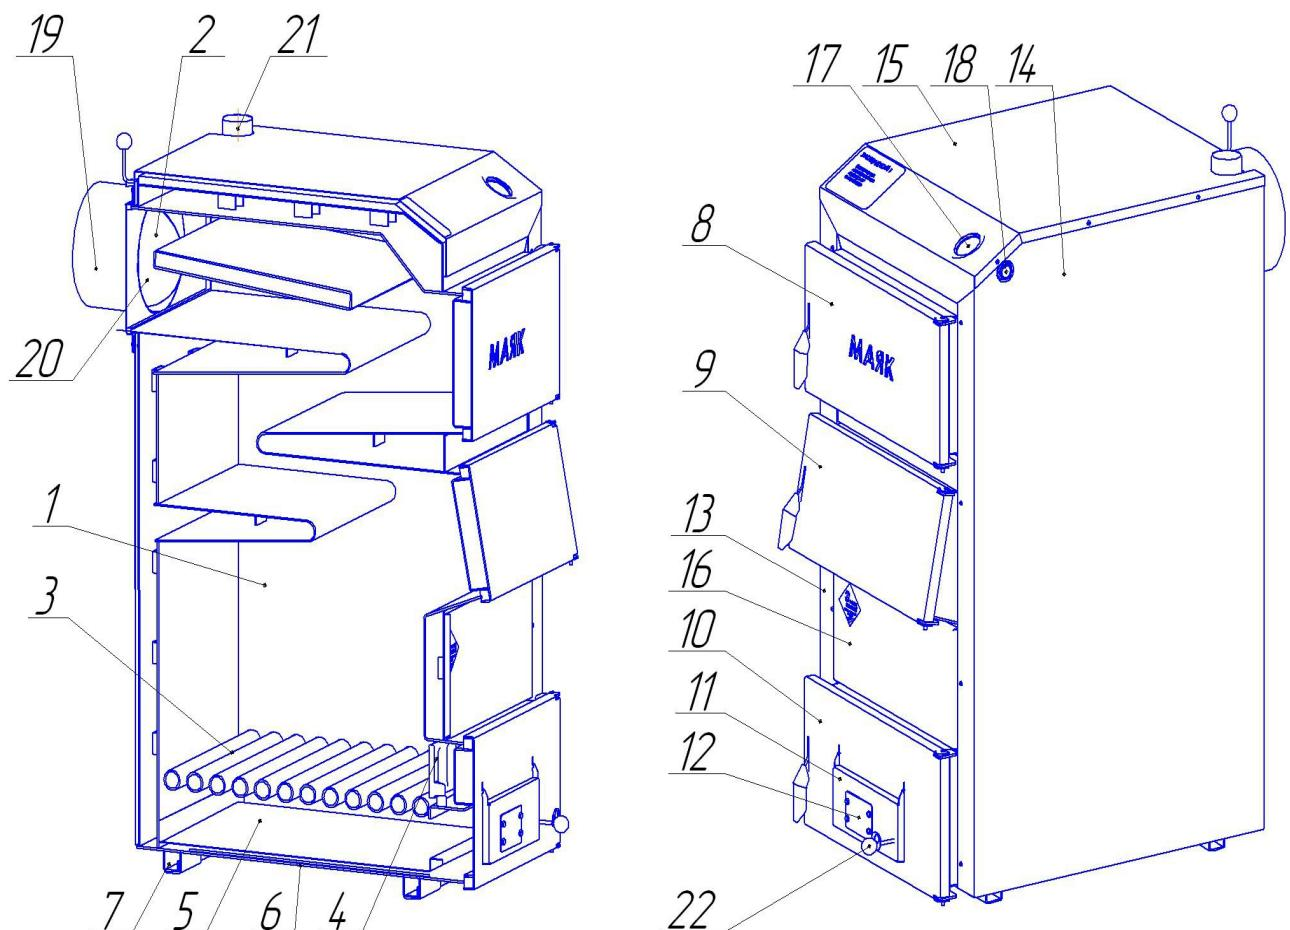

Рисунок 1. Котел опалювальний
палива дрова, після чого почати завантаження вугілля. Розмір окремих фракцій вугілля повинен складати не менше 25 мм. Поступово й рівномірно завантажити вугілля в кількості, достатній для утворення шару висотою приблизно 150 мм, після чого завантаження припинити на термін 15-20 хвилин для зайнання палива. Після завантаження, закрити завантажувальні дверцята, заслінку на шурувальних дверцях відкрити за допомогою ручки регулювання доступу повітря (поз.12, рисунок 1) .
7.1.4 Регулювання температури води у котлі проводиться за допомогою шиберу (поз.20, рисунок 1) та заслінки (поз.11, рисунок 1). Для збільшення температури необхідно відкрити шибер та заслінку, для зменшення — повністю або частково закрити шибер та заслінку.
При обладнанні котла регулятором тяги Regulus RT3 або Honeywell FR124 регулювання температури води проводиться за допомогою шиберу (поз.20, рисунок 1) та регулятора тяги. Для збільшення температури необхідно відкрити шибер та встановити ручку управління регулятора на позначку більш високої
При обладнанні котла електронним регулятором роботи котла та вентилятором після розпалу котла закрити дверцята зольника поз.10 (рис. 1), після чого включити регулятор та встановити потрібні настройки згідно настанови з експлуатації. При роботі котла дверцята повинні бути закриті.
Для запобігання викиду полум'я та опіків, забороняється відкривати ревізійні поз. 8 та завантажувальні поз.9 (рис.1) під час роботи вентилятора!
7.2.1 Для припинення роботи котла повністю закрити заслінку (поз.11, рисунок 1) та шибер (поз.20 рисунок 1). При цьому припиняється подача повітря у топку і паливо поступово загасає.
При обладнанні котла регулятором тяги встановити ручку управління регулятора на позначку «0» та повністю закрити шибер (поз.20 рисунок 1).